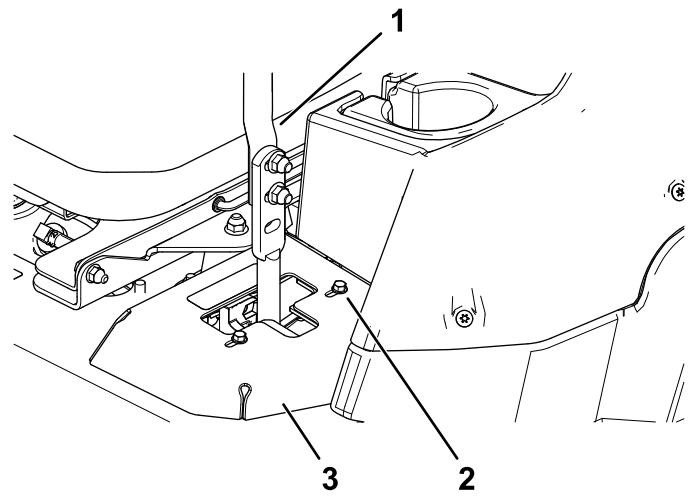

Рисунок 46
- Якщо пристрій рухається вправо, ослабте болти та відрегулюйте ліву обмежувальну пластину в крайньому задньому положенні на лівому Т-подібному пазі, доки пристрій не буде рухатись прямо (Рисунок 46).
- Якщо пристрій рухається вліво, ослабте болти та відрегулюйте праву обмежувальну пластину в крайньому задньому положенні на правому Т-подібному пазі, доки пристрій не буде рухатись прямо (Рисунок 46).
8. Затягніть обмежувальну пластину (Рисунок 46).